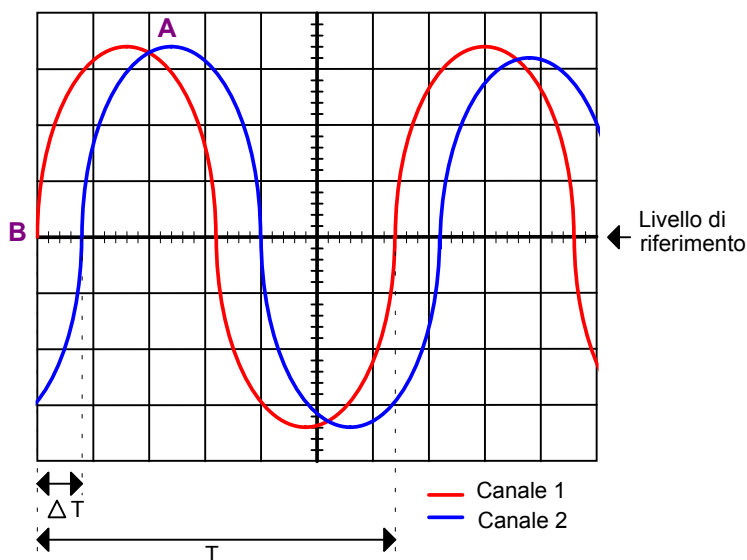

Figura 21
In figura 21 è illustrato un esempio.
- regolare i comandi LEVEL e SLOPE della sezione di trigger in modo che in corrispondenza tra l'intersezione dell'asse principale orizzontale e il limite sinistro dello schermo sia collocato il punto di inizio periodo del segnale principale (riferimento B in figura 21)
¹³ Questa affermazione è giustificata dal fatto che, come è possibile notare nella figura 21, il segnale presente sul canale 2 raggiunge il livello massimo **dopo** che è stato raggiunto dall'altro segnale (riferimento A).